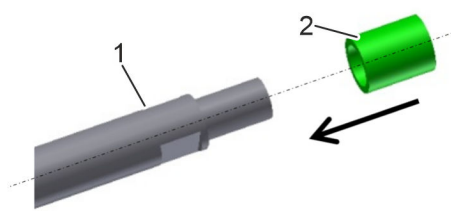

Abb. 14: Kunststoffhülse
2. Kunststoffhülse (Abb. 14/2) auf den Messstab (Abb. 14/1) schieben.